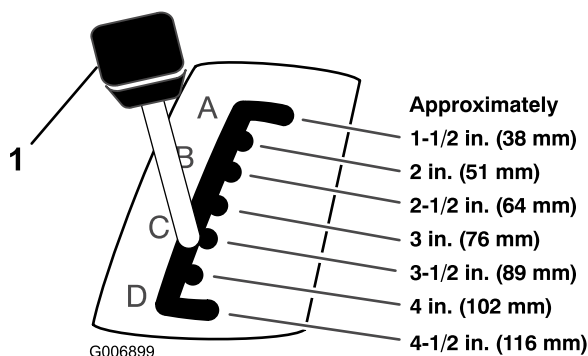

Bild 8
5. Ziehen Sie den Schnitthöhenhebel am Traktor nach oben in die gewünschte Stellung (Bild 8).